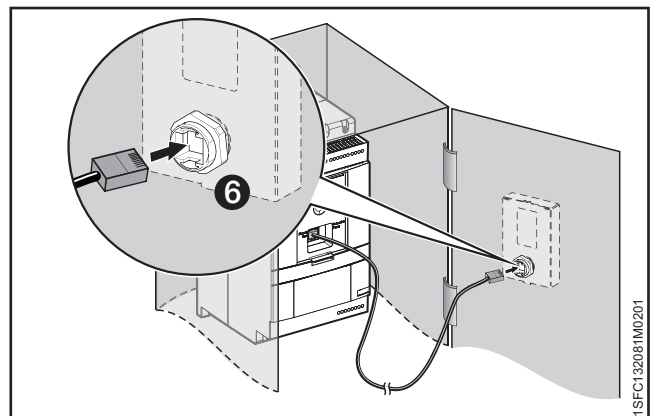

图 4.11
4. 将网络电缆的另一端连接到可分离 HMI 背面的网络端口，见图 4.11 中的 ⑥。